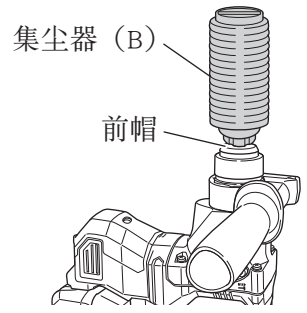

图 27
- 集尘器 (B) 的安装方法
使用集尘器 (B) 时, 请将集尘器 (B) 与夹卡上的槽对准后, 将集尘器 (B) 从钻头的顶端插进去 (图 27)。